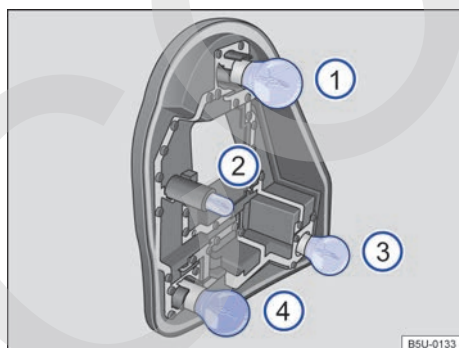

Fig. 184 En el soporte de las lámparas: ubicación de las lámparas.
10. Para quitar las lámparas incandescentes quemadas ⇒ fig. 184 ①, ③ e ④, presionar la lámpara contra el soporte y girar para quitarla.
11. Para remover la lámpara incandescente quemada ⇒ fig. 184 ②, tirar de la lámpara del soporte para removerla.
13. Para insertar las lámparas nuevas ①, ③ y ④ en el soporte, presionar la lámpara y girar hasta el batiente.
14. Para insertar la lámpara nueva ② en el soporte, encajar y empujar la lámpara en el soporte.
La ubicación e identificación de las lámparas incandescentes ⇒ fig. 184 están relacionadas a continuación: